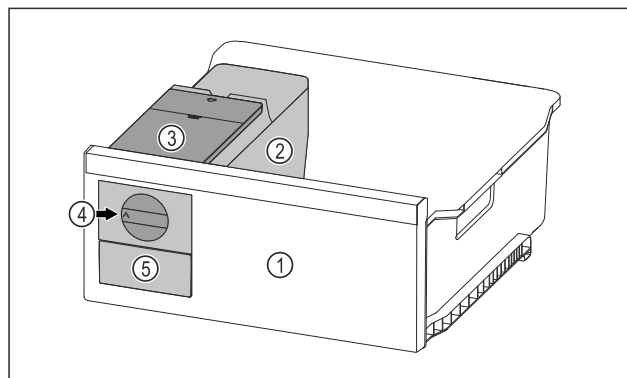

Fig. 150 Primjer izgleda
- Okrenite okretni gumb Fig. 150 (4) u smjeru kazaljki na satu do graničnika.
- Kockice leda padaju iz posude za kockice leda u ladicu za kockice leda Fig. 150 (5).